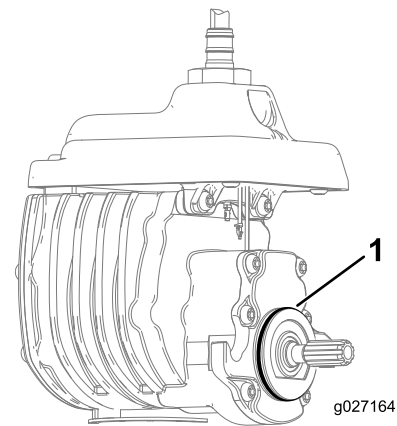

Figure 6
4. Posez le joint torique sur le moteur de cylindre (Figure 6).